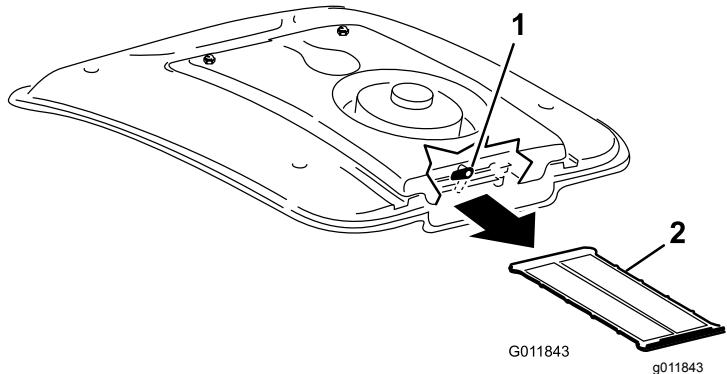

Bild 117
2. Drehen Sie den Riegel hinten an der Lüfterbefestigung zur Seite (Bild 117).
3. Schieben Sie das Klimaanlagengitter unter der Klimaanlagenspule heraus (Bild 117).
4. Reinigen Sie das Gitter gründlich mit Druckluft (Bild 117).